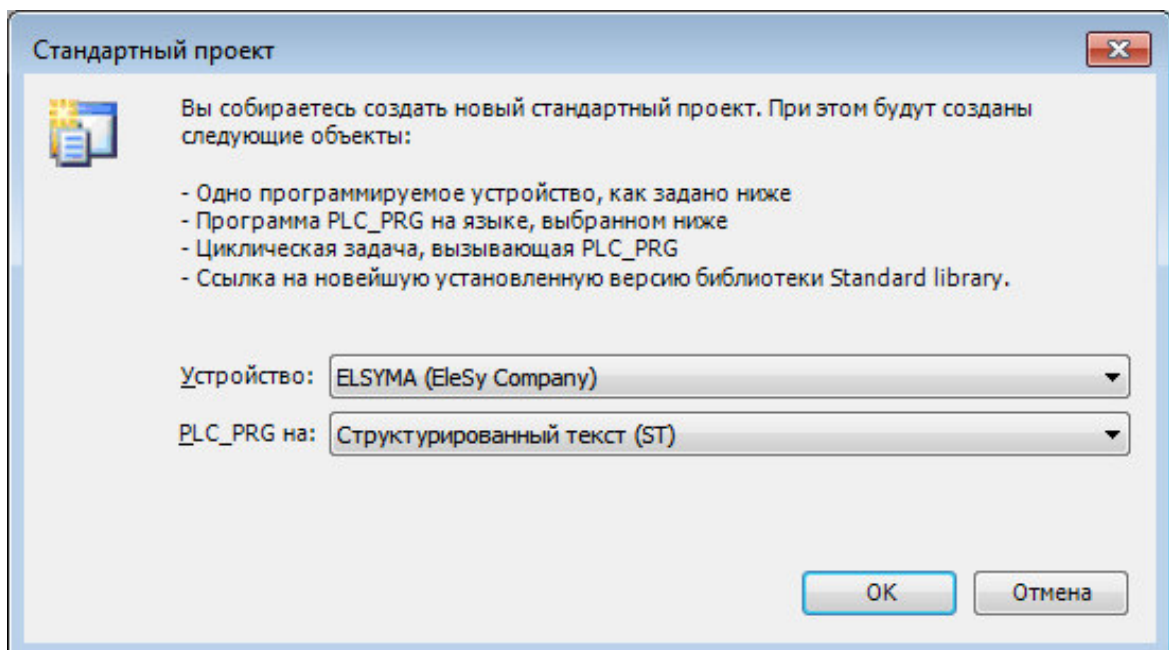
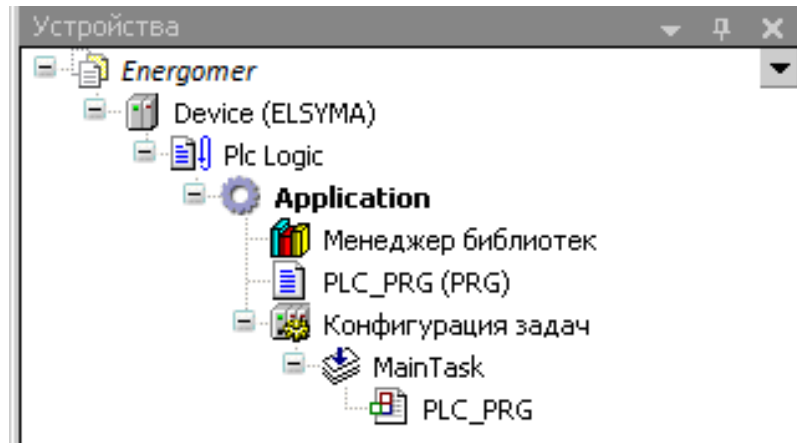

Рисунок 3.3 – Настройка стандартного шаблона проекта
Рисунок 3.4 - Дерево объектов проекта
4. В окне «**Стандартный проект**» в списке **Устройство**: выбрать контроллер – *ELSYMA (EleSy Company)*, в списке **PLC\_PRG на:** – язык реализации основного программного компонента – *Структурированный текст (ST)* (рисунок 3.3). Нажать кнопку «ОК». Созданный проект отображается в области **Устройства** в виде дерева объектов (рисунок 3.4)